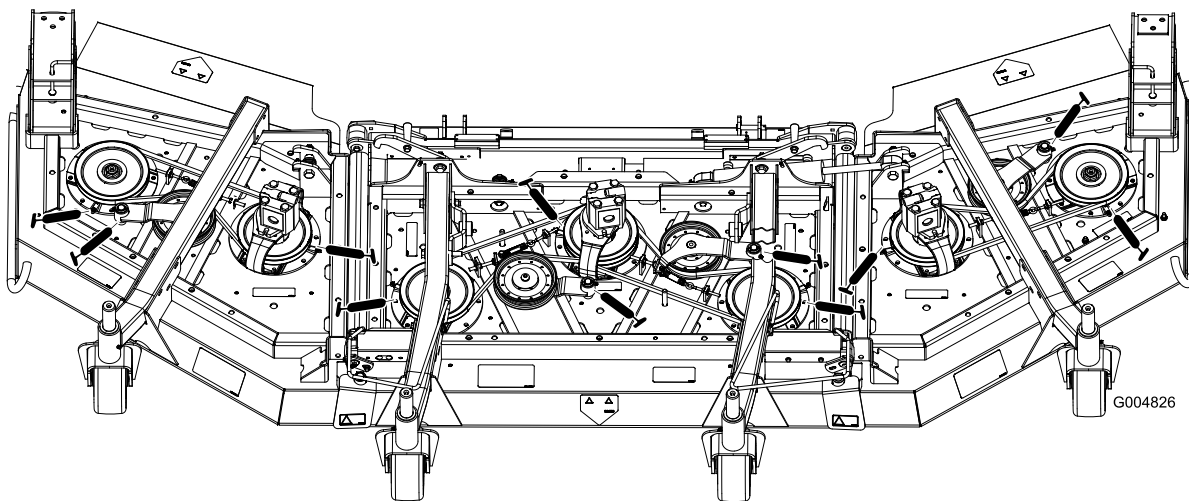

Figura 66
- Cojinetes del eje (3) (situados debajo de la polea) (Figura 66).
- Casquillos del pivote del brazo tensor (2) (Figura 66)